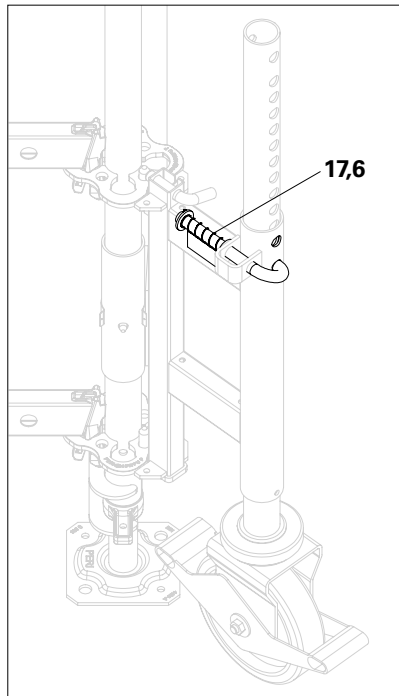

Fig. B1.04c
1. Posizionare le ruote di spostamento UEW (16) totalmente sul terreno, sollevare fino al foro successivo e fissare con perni d'arresto (17.6). Fissare il perno d'arresto con l'inserto a molla (17.7). (Fig. B1.04c – B1.04d)